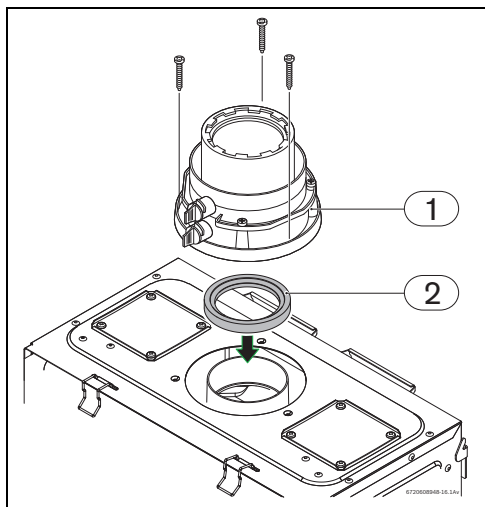

Fig. 31 Accessorio concentrico (cod. 7 716 780 184)
- ▶ Collocare la guarnizione tra l'apparecchio e l'accessorio concentrico, Fig. 31 , pos. 2.
- ▶ Serrare le 3 viti dell'accessorio base, Fig. 31 , pos. 1.